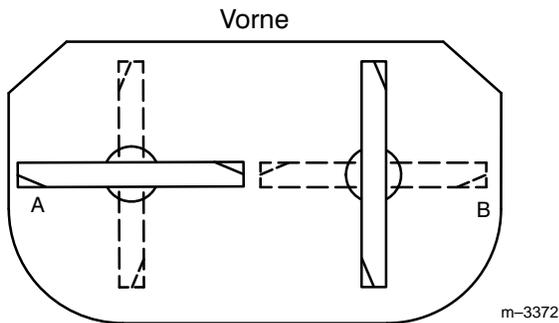

Abbildung 63
2. Die Schnittmesser in Querrichtung ausrichten (Abb. 63). An Position "A" und "B" (Abb. 63) von einer ebenen Oberfläche zur Schneidkante der Messerspitzen messen (Abb. 64).